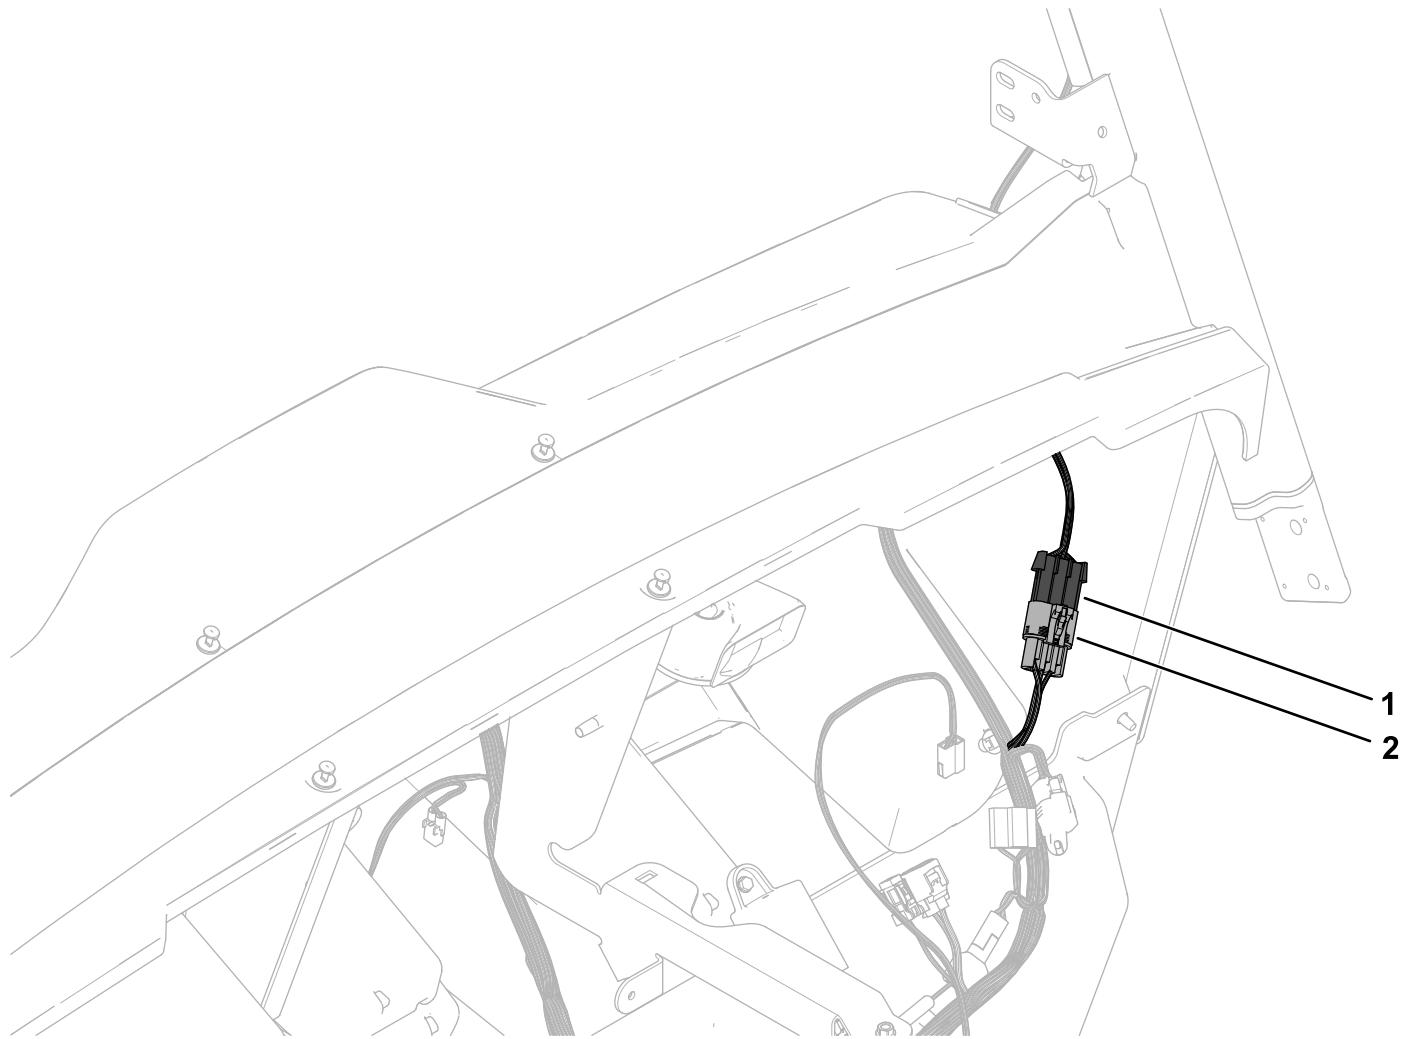

Рисунок 14
8. Подсоедините разъем жгута проводов из комплекта к разъему жгута проводов машины с маркировкой CAB INTERFACE (ИНТЕРФЕЙС КАБИНЫ) (Рисунок 14).